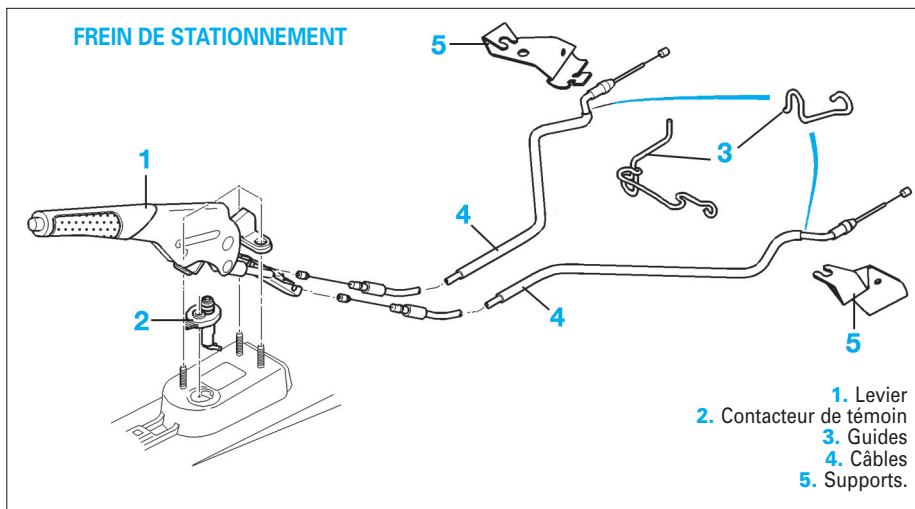

FIG. 18
- Agir sur l'écrou du palonnier de commande des câbles (Fig.18).